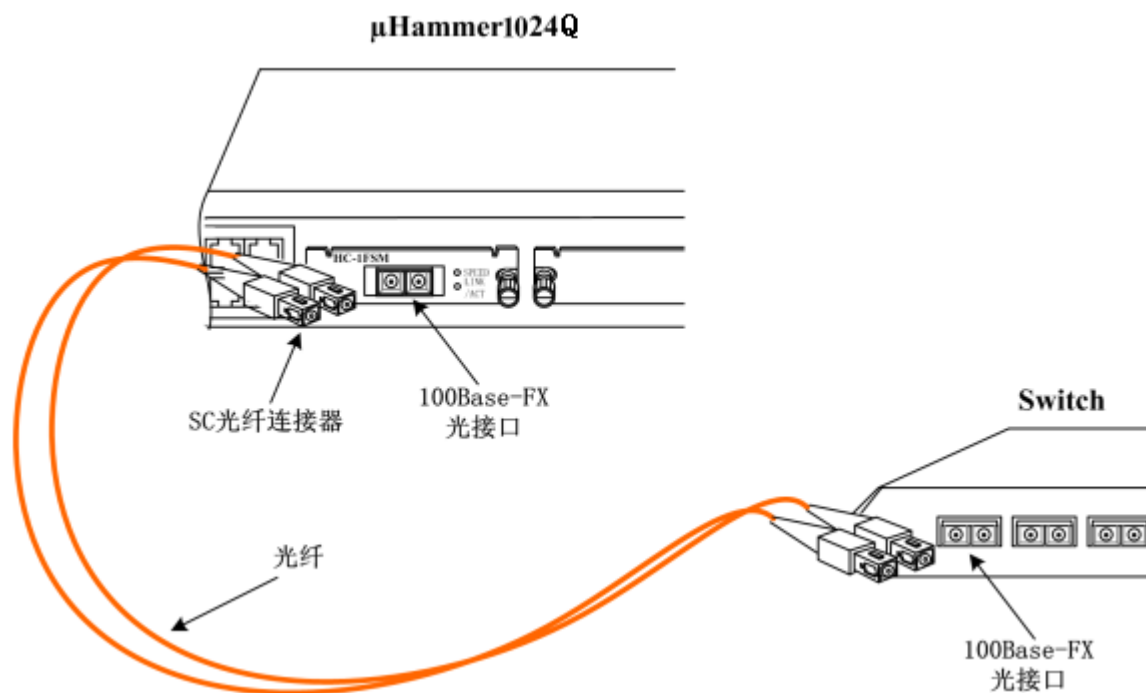

图 3-11 100Base-FX 接口的连接方法
**【连接方法】** HC-1FSM/HC-1FMM 光接口模块含有收发两个口，连接时要注意分清光纤接口的收发极性，具体方法是：将光纤一端的两个 SC 接头插入交换机 HC-1FMM/HC-1FSM 模块 100Base-FX 口的**接收-发送**端口，光纤另一端的两个接头应连接对端设备光接口的**发送-接收**端口。参考图 3-11：